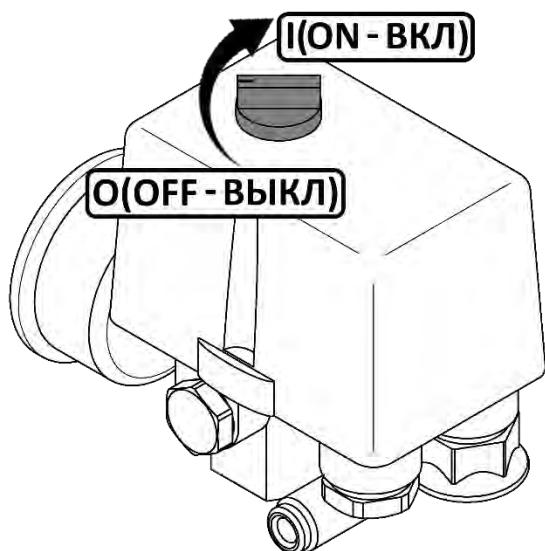

Рисунок 3
- Проверьте, чтобы выключатель на реле давления находился в выключенном положении «O» (рисунок 3).
- Выключить компрессор выключателем **3** на реле давления (рисунки 4-7). Для этого необходимо переключить выключатель в положение «**О**» (рисунок 3). После этого остановится двигатель и произойдет сброс давления из нагнетательного воздухопровода и поршневого блока.
- Переключите выключатель **3** на реле давления (рисунки 4-7) в положение «**0**» (рисунок 3).